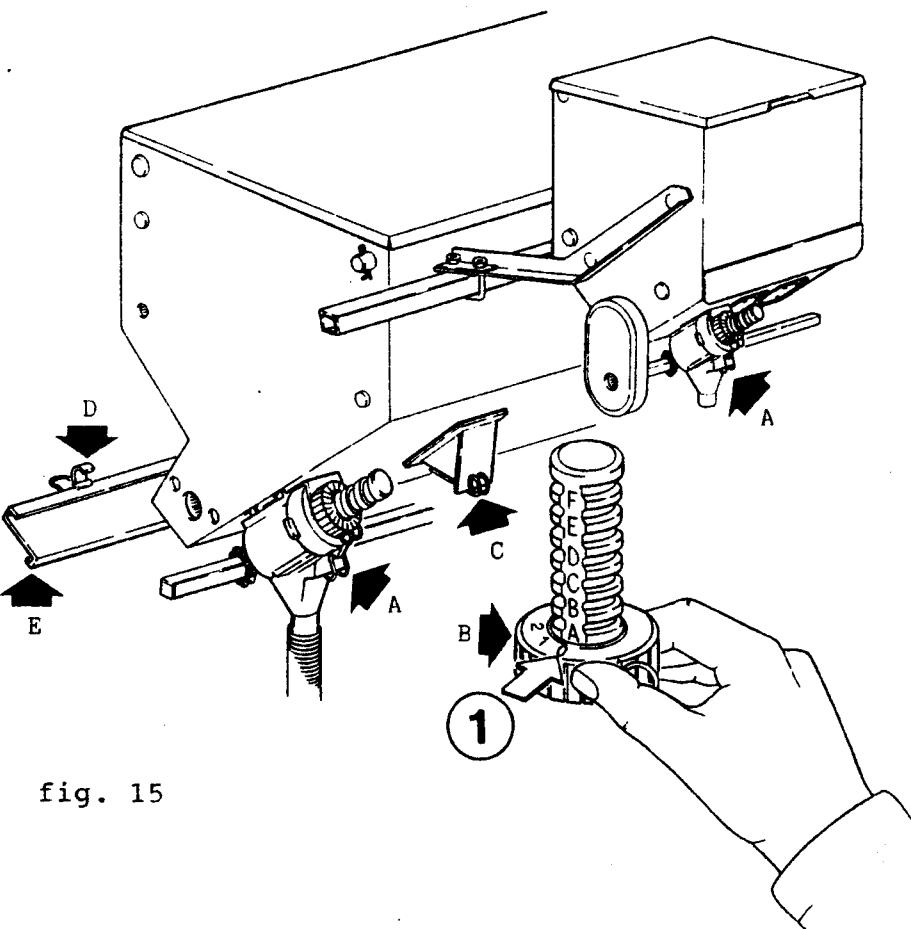

fig. 15
La diffusione del prodotto fertilizzante ed insetticida, avviene per mezzo dei distributori (A) (diversi come dimensioni) Fig. 15, montati sui serbatoi spandiconcime e microgranulatore. La quantità da distribuire (vedi tabelle distribuzione), si regola con la ghiera (B) e la posizione di lettura della regolazione è come indicato al punto (1).
The distribution of fertilizer and insecticide is performed by means of the distributors (A) Fig. 15 mounted on the tanks of the fertilizer and microgranule. The quantity to be distributed is regulated through the ringnut (B); reading position of adjustment as shown at point 1.
L'épandage d'engrais et la mise en place de microgranulés insecticides sont réalisés par l'intermédiaire des distributeurs (A) (qui existent en différentes dimensions), cf. Fig. 15 montés sur le réservoirs d'engrais, resp. de microgranulés. La quantité apportée (voir à ce propos les tableaux de distribution qui figurent aux pages suivantes) doit être réglée au moyen de la molette (B), dont la position est repérable précisément par le point de lecture indiqué par la flèche (1). Ces distributeurs, en matière plastique, n'ont pas besoin d'être lubrifiés. Pour un travail précis, il est recommandé de procéder, lors du remisage de l'engin, à un nettoyage approfondi du dispositif d'épandage de engrais. Pour ce faire, extraire tout d'abord le solde éventuel d'engrais par la trappe de vidange (C); actionner ensuite le dispositif de fermeture de la tôle inférieure (D), pour déposer cette tôle (E), et laver abondamment avec de l'eau.
Die Ausbringung von Handelsdüngern und Insektiziden geschieht mittels der Minimax-Verteiler (A). Fig. 15 (unterschiedlich nur in der Größe) die auf den Behältern der Düngerstreuer und Mikrogranulatstreuer montiert sind. Die Ausbringmenge (siehe Streutabelle) reguliert man durch Drehen der Ziffer am Ring (B), zum Buchstaben auf der Spindel (F), wie im Punkt 1 gezeigt wird.
El esparcimiento del producto fertilizante e inseticida se efectúa mediante unos distribuidores (A) (de diferente tamaño) Fig. 15 montados en los depósitos abonadores y microgranuladores. La cantidad a esparcir (véanse las tablas de distribución) se regula mediante la abrazadera (B) y la posición de lectura de la regulación es la que indica el punto 1. Los distribuidores son de plástico y no necesitan lubricación. Se recomienda, al final del trabajo, limpiar cuidadosamente los depósitos, especialmente los del abono. Descargar el producto residual de la puerta (C), desenganchar los cierres (D) y quitar la puerta de limpieza (E), lavar con abundante agua.